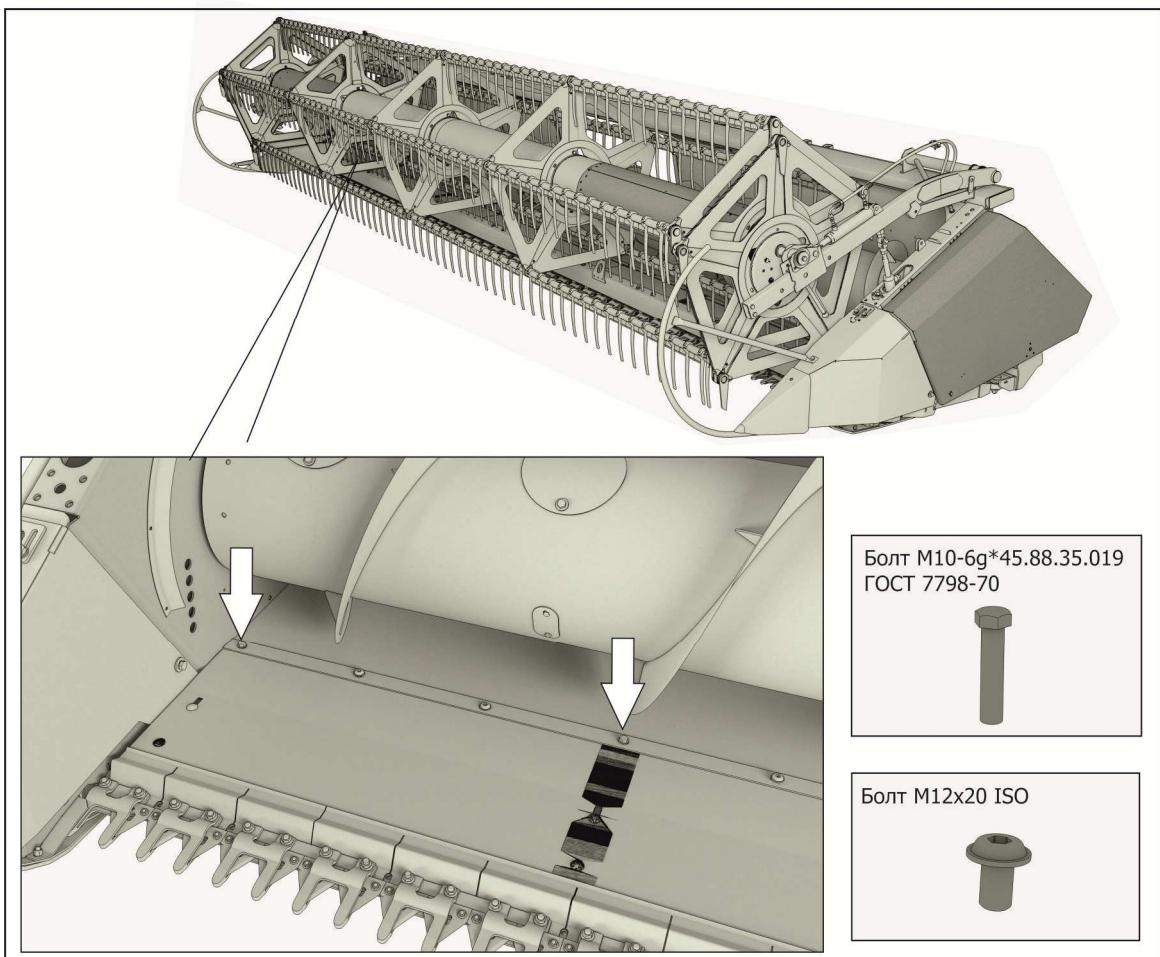

Рисунок 6.9 – Переоборудование жатки с уборки зерновых на уборку сои
- 3) Заменить болт M10x45 крепления рычагов режущего аппарата к каркасу (рисунок 6.9) по всей ширине жатки на болт M12x20 ISO (из комплекта ЗИП);